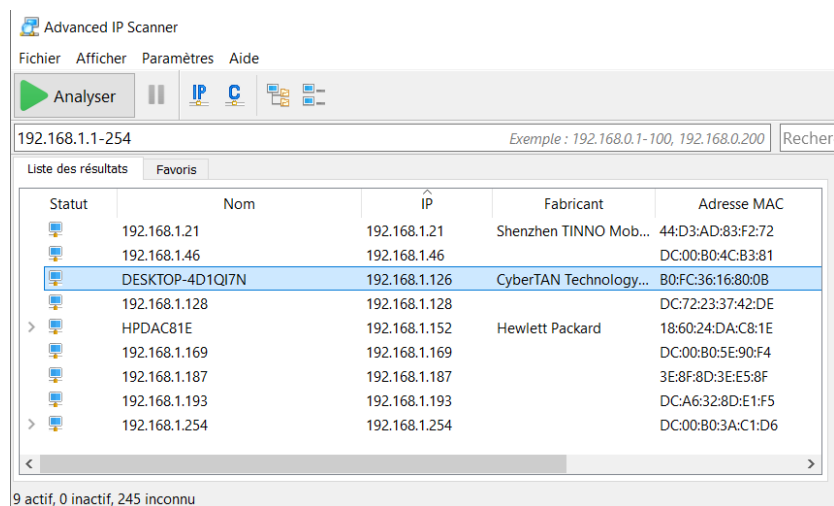

Figure 63: Exemple d'un résultat de scan d'IP
- Après avoir définie la plage de recherche des adresses IP, il suffit d'appuyer sur **Analyser**. Un exemple de résultat est présenté à la Figure 63. Uniquement les appareils qui sont connectés au réseau sont affichés.